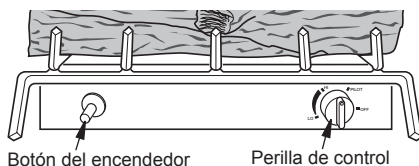

Figura 26 - Ubicación de la perilla de control y del botón del encendedor
4. Espere cinco (5) minutos a que se disipe el gas. Luego compruebe que no huela a gas, incluso cerca del suelo. Si percibe olor a gas, ¡DETÉNGASE! Siga el punto "B" de la información de seguridad en la página 19, columna 2. Si no percibe olor a gas, continúe con el siguiente paso.
5. Presione ligeramente y gire la perilla de control en sentido contrario al de las manecillas del reloj a la posición PILOT (Piloto). Presione la perilla de control durante cinco (5) segundos (consulte la figura 26).